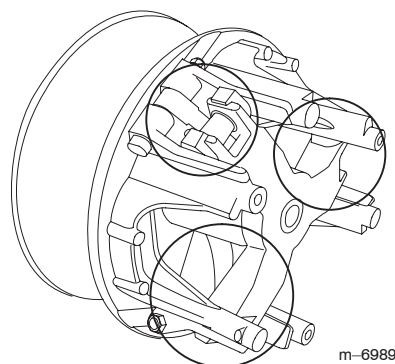

Figura 56
5. Lubrificate le parti in movimento nelle zone contrassegnate da un cerchio nella Figura 56, utilizzando l'aerosol lubrificante a secco Toro (Dry Lubricant Spray) reperibile dal rivenditore o Distributore Toro autorizzato di zona.